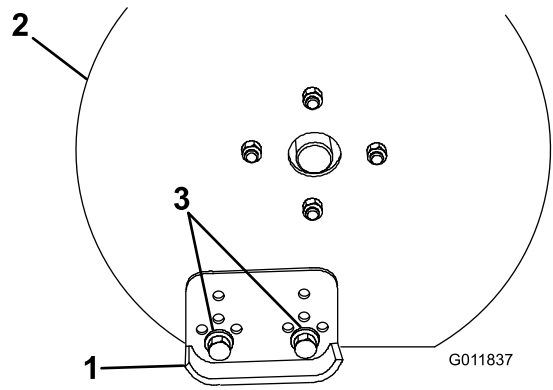

Figure 11
2. Retirez les écrous, rondelles et boulons qui fixent les patins au carter (Figure 11).
3. Positionnez les patins au même endroit de chaque côté de manière à obtenir un raclage uniforme, et fixez les patins avec les écrous, rondelles et boulons (Figure 11).